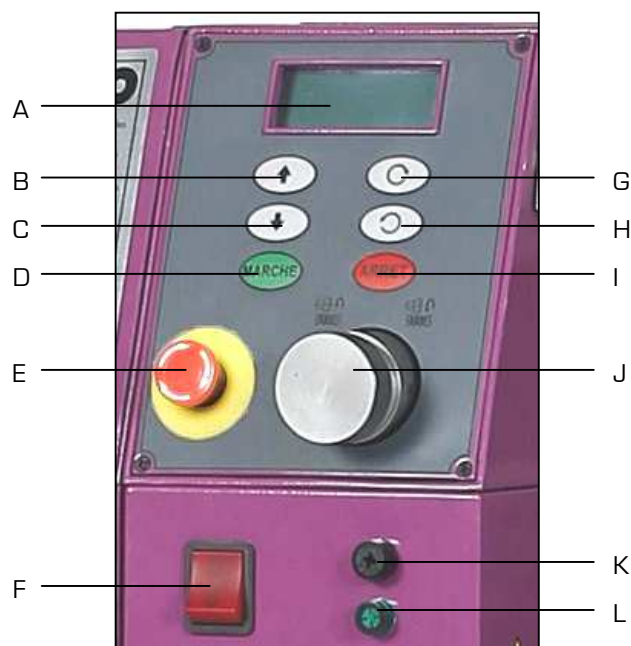

Figure 2
3. Mettre la machine sous tension en appuyant sur la position « 1 » de l'interrupteur [F fig.2], le voyant vert [L fig.2] s'allume.
4. Déverrouiller l'arrêt coup de poing à accrochage [E fig.2] en le tournant dans le sens horaire, comme indiqué par la flèche. L'affichage digital de vitesse de broche [A fig.2] indique « 0000 ».
5. Appuyer sur le bouton « MARCHE » [D fig.2] et sur les flèches « ↑ » [B fig.2] pour augmenter ou « ↓ » [C fig.2] pour diminuer la vitesse de broche.
6. Pour choisir le sens de rotation de la broche, appuyer sur « ∪ » [G fig.2] pour le sens normal ou sur « ∩ » [H fig.2] pour le sens inversé.
8. Arrêter la machine en appuyant sur le bouton « ARRÊT » [I fig.2] et la débrancher de l'alimentation principale.
Le sélecteur de transmission de broche [J fig.2] est utilisé lorsque le tour dispose d'une tête de perçage/fraisage. Lors de l'utilisation des avances automatiques longitudinales et transversales du tour pour des opérations de fraisage, la rotation de la broche peut être déconnectée en tournant le sélecteur vers la droite.